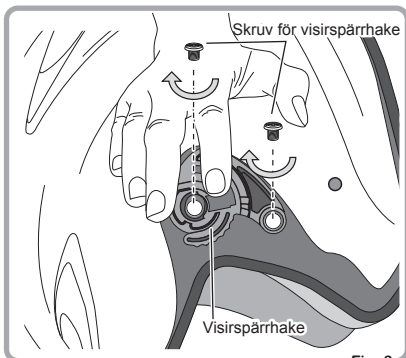

Fig. 3
③ Dra noggrant åt båda visirspärrhakeskruvarna medsols. Upprepa samma procedur på de andra visirspärrhakarna. Sedan är visirspärrhakarna installerade (Fig. 3).